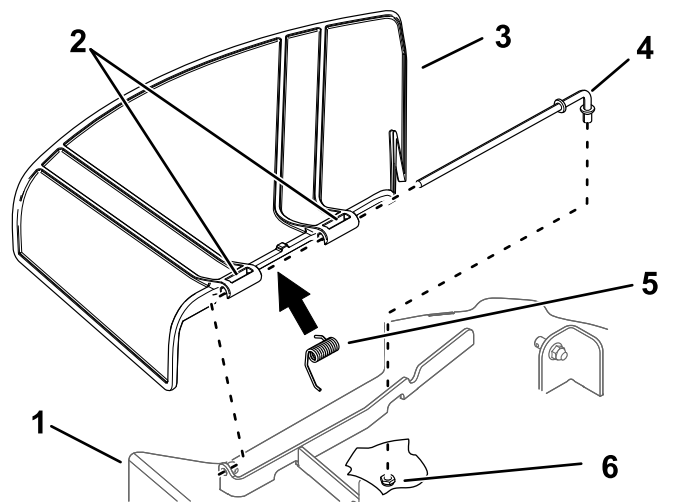

**Bild 75**
1. Nehmen Sie die Mutter ( $\frac{3}{8}$ ") aus der Stange unter dem Mähwerk ab (Bild 75).
2. Schieben Sie die Stange aus der Mähwerkhalterung, der Feder und dem Ablenkblech (Bild 75).
4. Montieren Sie das neue Ablenkblech (Bild 75).
7. Schieben Sie die Stange durch den zweiten Drehzapfen am Grasablenkblech (Bild 75).
9. Befestigen Sie das hintere Stangenende mit einer Mutter ( $\frac{3}{8}$ ") am Mähwerk, wie in Bild 75 abgebildet.